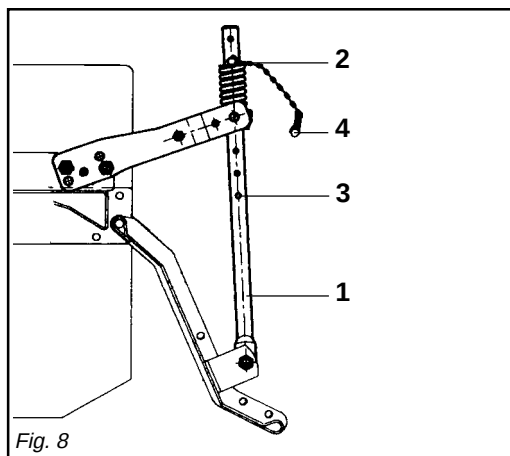

Fig. 8
- 6 - Il martinetto a molla (1 Fig. 8) oltre a sostenere la lamiera livellatrice ed ammortizzarla nel trasporto su strada, serve a evitare il ribaltamento della zappatrice durante il parcheggio. Durante il lavoro e nel trasporto su strada la copiglia (4 Fig. 8) va tolta dal tubo del martinetto e lasciata libera. A seconda della posizione, determinata dalla copiglia (2 Fig. 8) sui vari
- 6 - *Besides supporting the levelling plate and acting as a shock absorber for it during road transport, the spring ram (1 Fig. 8) prevents the steering hoe from overturning when parking. During work and road transport, the split pin (4 Fig. 8) must be removed from the ram tube and left free. The effect of the levelling plate on the soil can be increased or decreased*
- 6 - Die Federwinde (1 Abb. 8) trägt nicht nur das Planierschild und dient beim Straßen-transport zur Dämpfung von Stößen, sondern sie soll auch verhindern, daß die Hackfräse während des Parkens umkippt. Während der Arbeit und beim Straßen-transport ist der Splint (4 Abb. 8) vom Rohr des Hydrozylinders abzunehmen und frei zu lassen.
- 6 - *Le vérin à ressort (1 Fig. 8) sert de soutien à la tôle de nivellement et de suspension pendant le transport sur route, pour éviter le basculement du cultivateur lors du stationnement. Pendant le travail et dans le transport sur route la goupille (4 Fig. 8) doit être enlevée du tube du vérin et laissée libre. L'effet de la tôle de nivellement sur le*
- 6 - El gato de resorte (1 Fig. 8), además de sostener la chapa de nivelación y protegerla durante el transporte en carretera, sirve para evitar el vuelco de la binadora durante el estacionamiento. Durante el trabajo y en el transporte en carretera el pasador (4 Fig. 8) debe ser quitado del tubo del cilindro y dejado libre.
fori posti nel tubo del martinetto (3 Fig. 8) si riesce ad aumentare o diminuire l'effetto della lamiera livellante sul terreno.
depending on the position, established by the split pin (2 Fig. 8) in the various holes in the ram tube (3 Fig. 8).
Je nach der Position, die durch den Splint (2 Abb. 8) in den verschiedenen Löchern des Windenrohres (3 Abb. 8) festgelegt wird, kann die Wirkung des Planierschilds auf den Boden erhöht oder verringert werden.
terrain peut être augmenté ou diminué en changeant la position de la goupille (2 Fig. 8) dans les différents trous du tube du vérin (3 Fig. 8).
De acuerdo a la posición, determinada por el pasador (2 Fig. 8) en los diversos orificios del tubo del gato (3 Fig. 8) se logra aumentar o disminuir el efecto de la chapa de nivelación sobre el terreno.